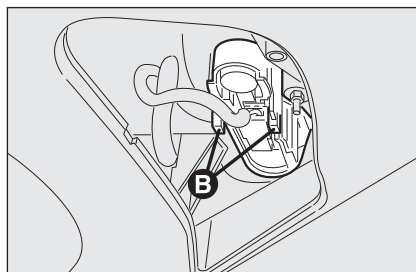

fig. 36
- extraire le groupe porte-ampoules en agissant sur les languettes de retenue **B-fig. 36**;
- insérer de nouveau le groupe porte-ampoule en le fixant correctement en position par les languettes de retenue **B-fig. 36**;